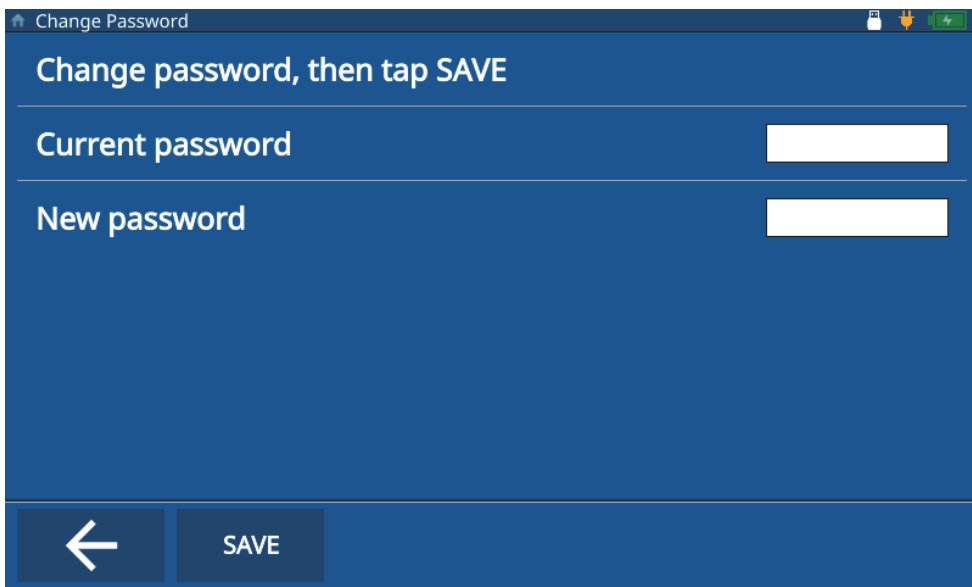

Figura 8-4 Cambiar la contraseña de bloqueo del instrumento
5. Introduzca la contraseña en curso y, a continuación, la nueva. Si ya no se desea una contraseña, deje el campo de la línea **New Password** (Nueva contraseña) en blanco. Esta acción eliminará la contraseña (ver Figura 8-4 en la página 81).